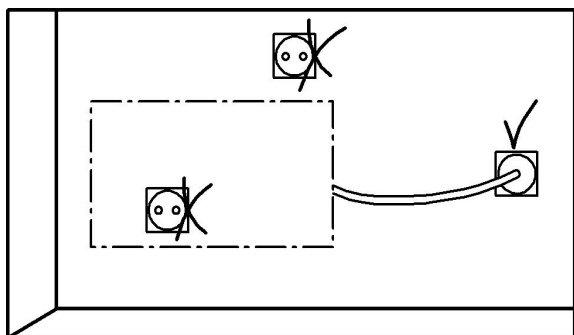

Рис. 1
4.3 Визначте місце, де буде експлуатуватись конвектор. Не встановлюйте конвектор на протязі, під отворами системи примусової вентиляції, в зоні дії прямих сонячних променів, перед або під стаціонарною електричною розеткою (див. рис.1), поблизу штор або інших горючих матеріалів.
Увага! Категорично забороняється включати і експлуатувати конвектор без його закріплення на кронштейнах на стіні або без встановлених опор для експлуатації на підлозі. Включати і експлуатувати конвектор дозволяється тільки в положенні, вказаному на рис.1.